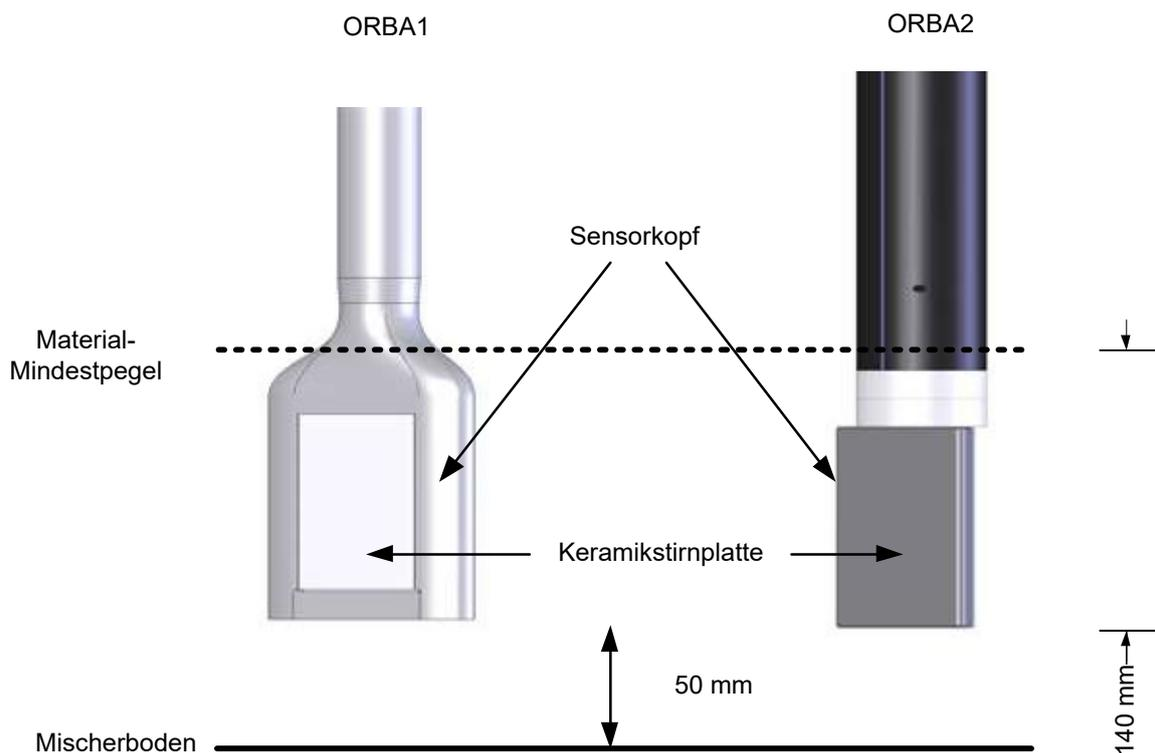

Abbildung 5: Höheneinstellung des Sensorarms
- Die Sensorarme sind in mehreren Längen erhältlich. Der Sensor ist so einzubauen, dass sich ein Abstand von 50 mm zwischen der Unterseite des Sensorarms und dem Boden des Mixers befindet (Abbildung 5).
Die empfohlene Höhe für typische Einsatzbereiche beträgt 50 mm über dem Boden des Mixers (Abbildung 5). Diese Höhe kann mit dem Winkelmaß eingestellt werden, das eine Breite von 50 mm hat.